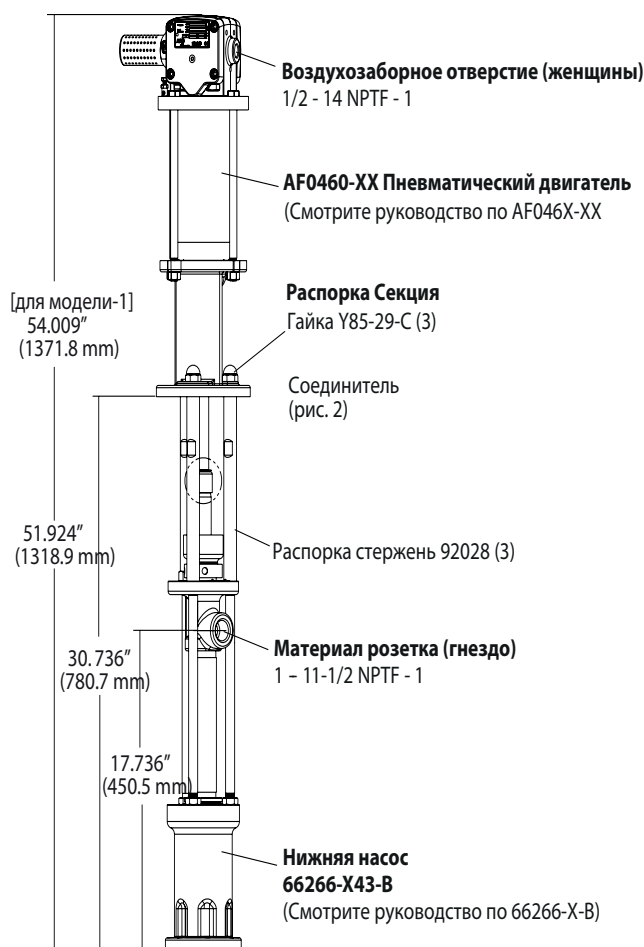

РИСУНОК 1
- Удалите три гайки (Y12-6-C) из трех прутков распорки (см. рисунок 1).